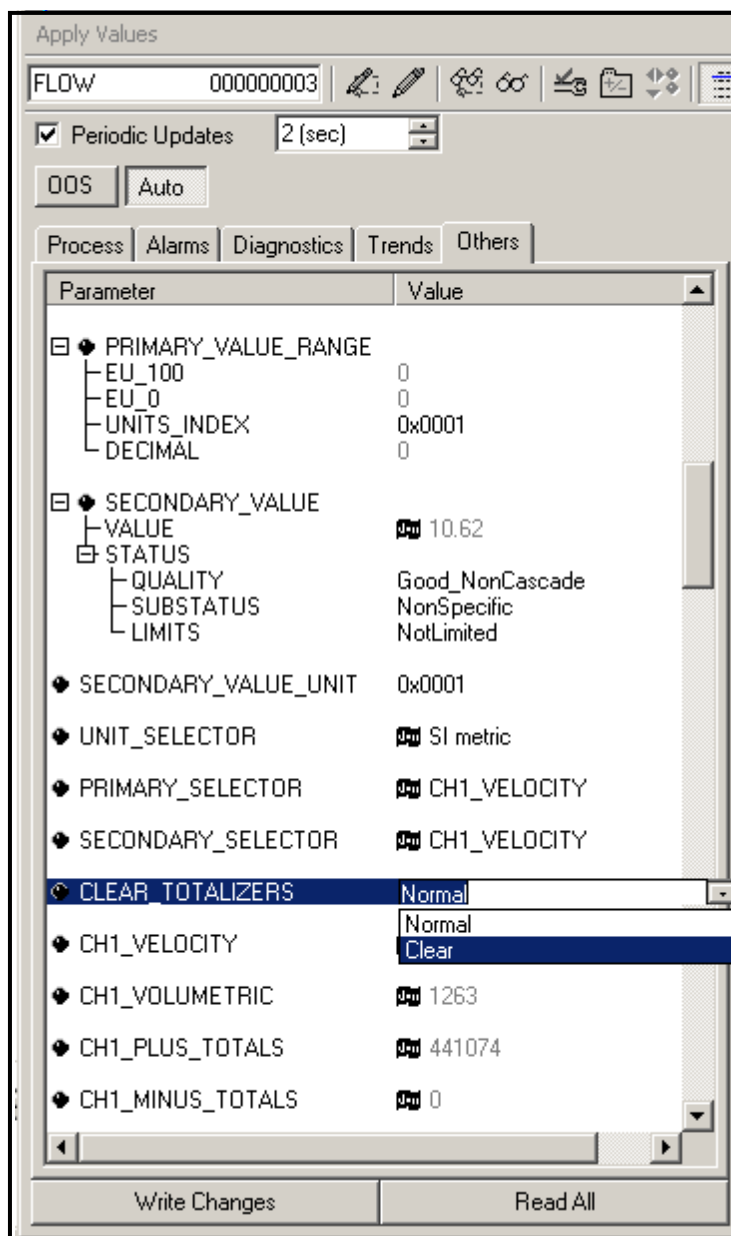

Figura 62: Lista suspensa Clear Totalizers (Apagar totalizadores)
3. Selecione **Clear** (Apagar) na caixa de lista suspensa (consulte a *Figura 62* abaixo).